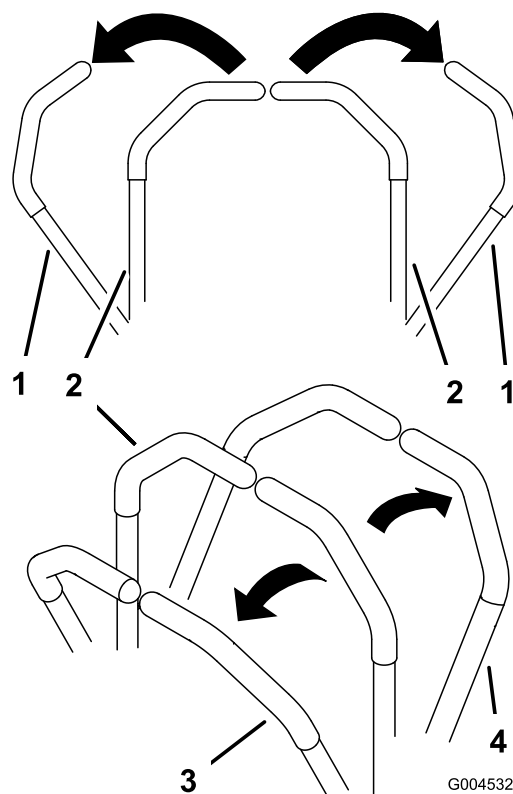

Figure 18
- Pour vous déplacer en marche avant, poussez doucement les leviers de commande de déplacement vers l'avant (Figure 18).
Pour vous déplacer en ligne droite, appliquez une pression égale sur les deux leviers de déplacement (Figure 18).
Pour tourner, rapprochez du point mort le levier de commande correspondant à la direction que vous voulez prendre (Figure 18).
- Pour vous déplacer en marche arrière, tirez doucement les leviers en arrière (Figure 18).
Pour tourner, relâchez le levier de commande correspondant à la direction que vous voulez prendre (Figure 18).